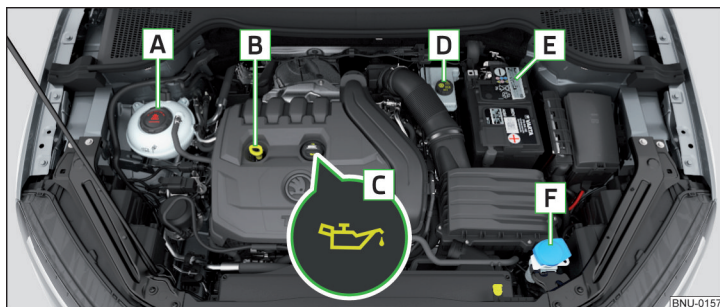

Fig. 297 Ejemplo de orden en el vano motor
- Desenrosque el tapón de la boca de llenado de aceite de motor **C** » fig. 297 de la pág. 277.